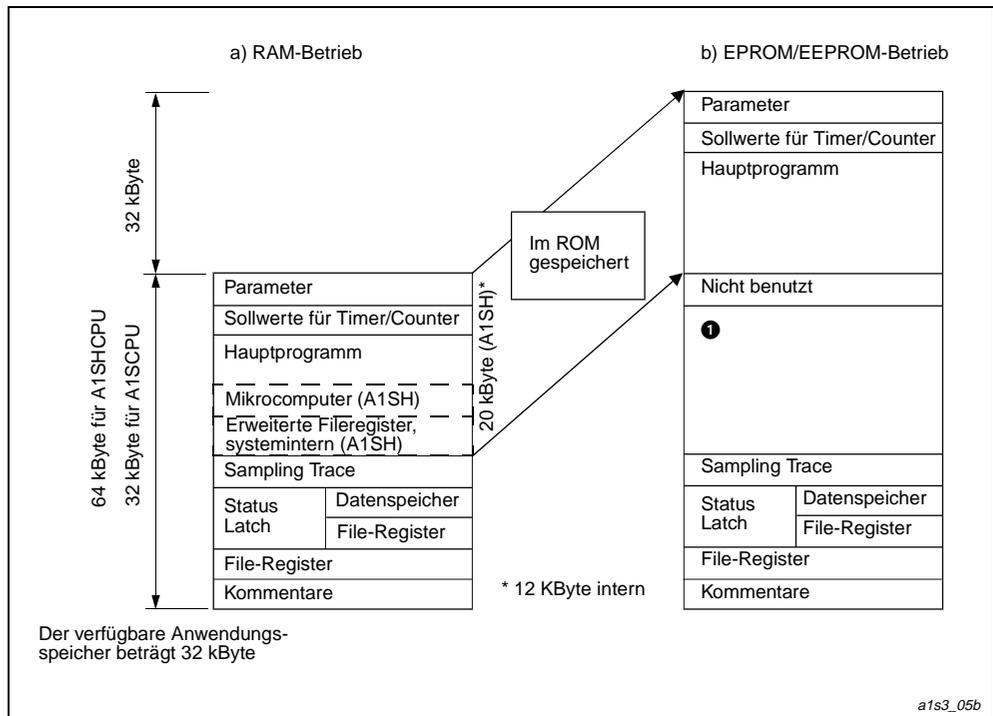

Abb. 4-2: Festlegung der Speicherbereiche A1S(H)CPU, A1SCPU-S1
Wenn die Parameter oder das Hauptprogramm im ROM-Speicher abgelegt sind, kann die Speicherkapazität für die Bereiche des Sampling Trace, des Status Latch, der File-Register und der Kommentare nicht vergrößert werden, da der Bereich für interne Systemoperationen (siehe ❶ in Abb. 4-2) reserviert ist.